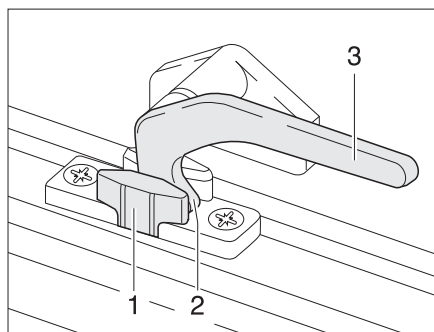

Fig. 35 Palanca de bloqueo en la posición de "ventilación continua"
- En la posición "ventilación continua" (Fig. 35)
- Girar la palanca de bloqueo (Fig. 35,3) un cuarto de vuelta hacia la mitad de la ventana.
- Girar de nuevo hacia atrás la palanca de bloqueo. El saliente de bloqueo (Fig. 35,2) se ha de introducir para ello en el rebaje del bloqueo de la ventana (Fig. 35,1).